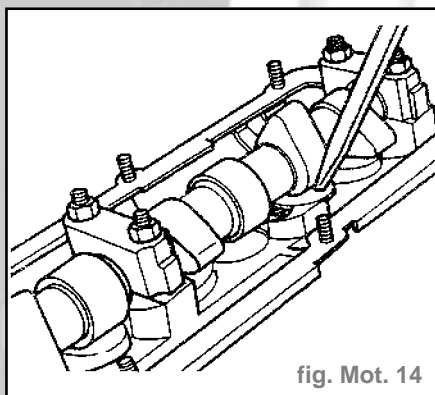

fig. Mot. 14
- Repousser le poussoir en coupelle vers le bas avec une cale en bois ou en plastique. Si une course à vide de plus de **0,1 mm** est perceptible jusqu'à l'ouverture de la soupape, remplacer le poussoir (fig. mot. 14).